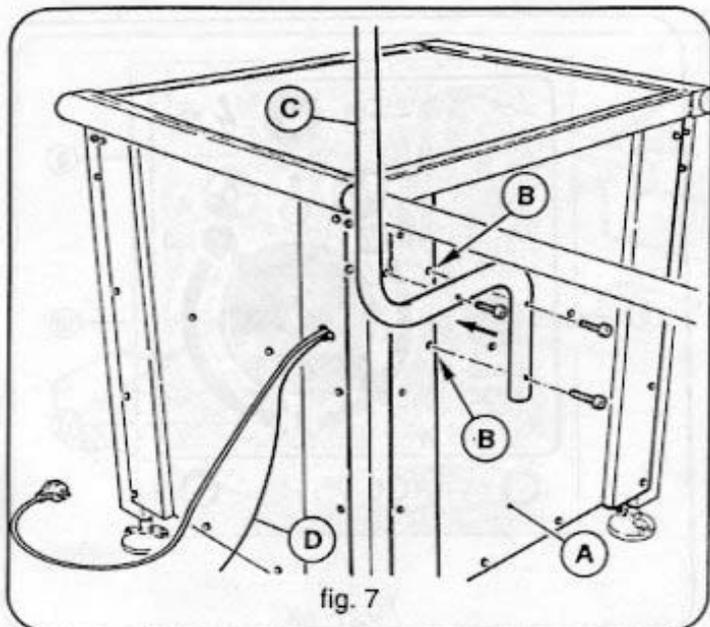
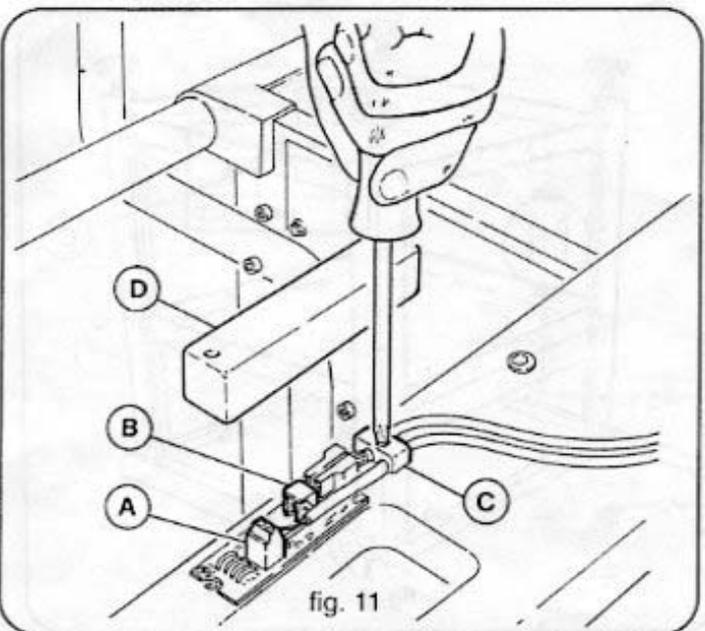

fig. 7
fig. 11
- Den Tisch auf die Füße stellen (Abb. 7).
- Das Seitenschutzblech A mit den Einsätzen B wie in Abb. 7 gezeigt anordnen und mit 12 selbstschneidenden Schrauben befestigen.
- Das Kabelrohr C (Abb. 7) mit den 3 Schrauben M6x40 befestigen.
- Das dritte Seitenschutzblech wie in Abb. 7 gezeigt anordnen und mit 12 selbstschneidenden Schrauben befestigen.
Dieser Brennertyp verfügt normalerweise über ein Kabel mit zwei Leitern, die an die Klemmen des Verbinders A anzuschließen sind (Abb. 11).
Parallel an die zwei Drähte des Brennentasters anschließen, die an die Klemmen des Verbinders A anzuschließen sind (Abb. 11).
- Die zwei Drähte des Kabels M (Abb. 7) an die Klemmen des Verbinders B anschließen (Abb. 11).
- Anschließend die zwei Kabel mit der Kabelschelle C (Abb. 11) blockieren und den Deckel D anbringen.
- Das Brennerkabel, das Kabel D (Abb. 7) und das Kabel zum